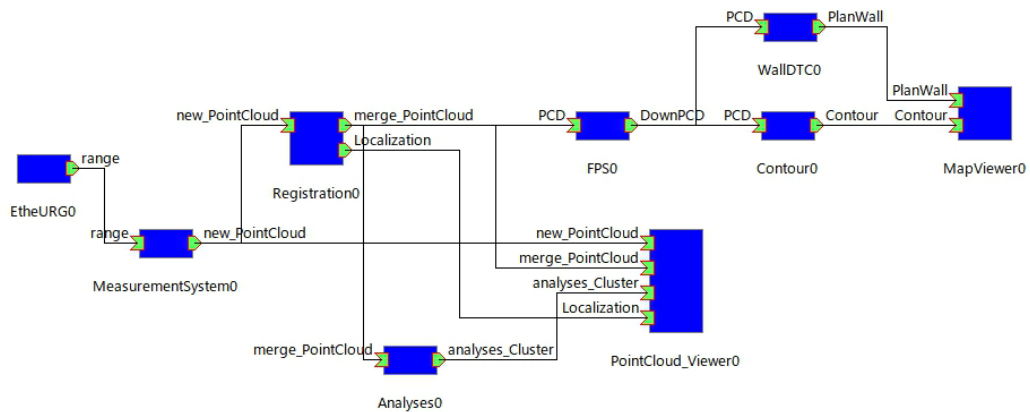

図 47 各ポートを実際に接続した状態
- ⑭ 図 47 および表 24 をもとに、各ポートをドラッグ & ドロップで繋ぎ、表示されたウィンドウの[OK]をクリックする。